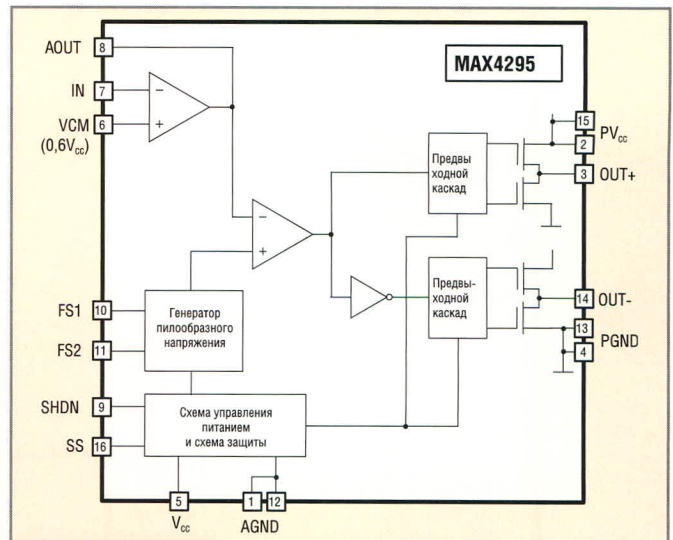

Рис. 5. Функциональная схема микросхемы MAX4295 фирмы Maxim
Микросхема MAX4295 фирмы Maxim – это высокоэкономичный монофонический УМЗЧ класса D с мостовым выходом и плавным включением и выключением. О принципах работы усилителей класса D можно прочесть в статьях [1, 2]. Микросхема имеет режим малого потребления. Она способна развивать мощность до 2 Вт на нагрузке сопротивлением 4 Ом при напряжении питания 5 В или 0,7 Вт при напряжении питания 3 В. Диапазон рабочих температур –40...+85°C. Микросхема питается от одиночного источника питания 2,7...5,5 В. При выходной мощности 2 Вт и сопротивлении нагрузки (громкоговорителя) 4 Ом КПД составляет 87%. Одна из особенностей этой микросхемы – возможность программно устанавливать частоту генератора пилообразного напряжения (125, 250, 500 или 1000 кГц). Коэффициент нелинейных искажений (THD + N) не превышает 0,4% при нагрузке 4 Ом и частоте ШИМ 125 кГц. Полоса рабочих частот составляет 1,5 МГц. Микросхема изготавливается в корпусе QSOP, который имеет 16 выводов. Функциональная схема микросхемы MAX4295 показана на рис. 5. Основные параметры и расположение выводов этой микросхемы сведены в
- предварительный усилитель (верхний слева, см. рис. 5);